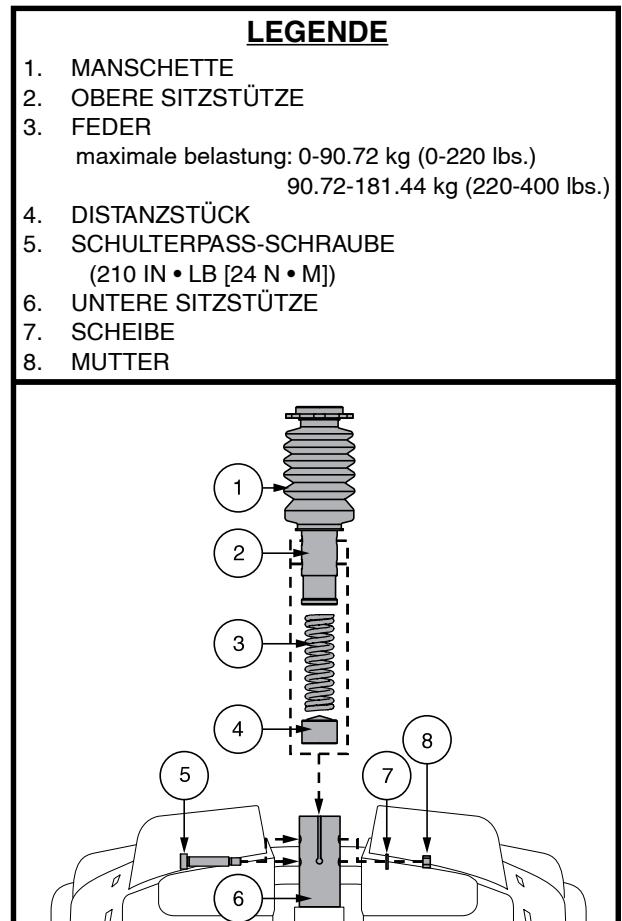

Abb. 21. Einstellung der Sitzhöhe - Gefederten komfort-sitzstütze
4. Drücken Sie die Sitzstütze nach unten, während Sie die Schulterpassschraube, die Unterlegscheibe und die Mutter lösen und entfernen. **Siehe Abb. 21.**
6. Bringen Sie die gewünschte Komfortfeder an. **Siehe Abb. 21.**